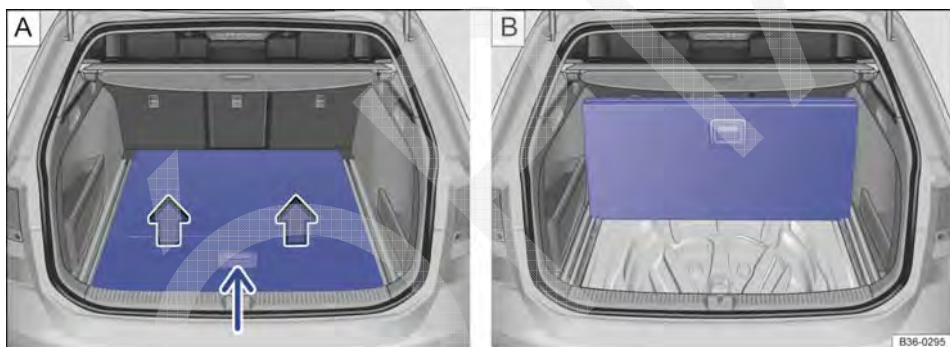

Fig. 234 No compartimento de bagagem: levantar o assoalho do compartimento de bagagem.
- Levantar o assoalho do compartimento de bagagem → Fig. 234 [A] (seta menor) e alinhar, conforme indicado → Fig. 234 [B].
- Para dobrar o assoalho do compartimento de bagagem, pressionar o assoalho do compartimento de bagagem levantado → Fig. 234 [B] para frente, até que ele fique dobrado.